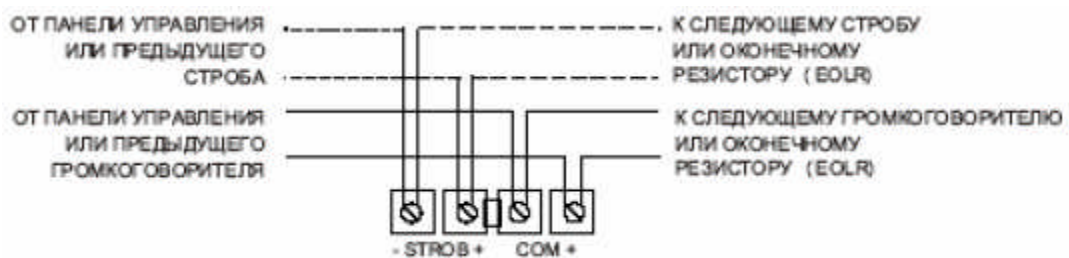

Рис. 2: Схема соединений электропроводки.
4. Полярность напряжения питания для секции строб вспышки указана для режима активации оповещателя (режим тревоги) на Рис.2.. В дежурном режиме работы пожарный прибор управления подает на оповещатель напряжение обратной полярности.